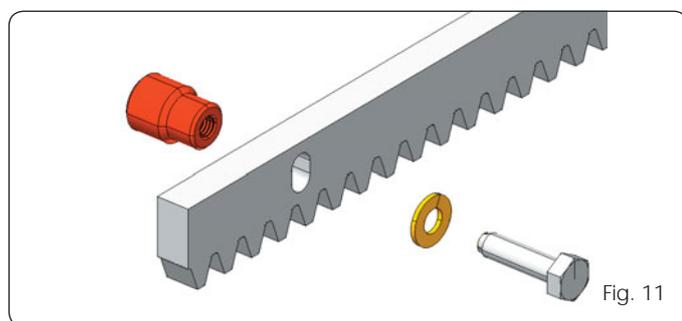

Fig. 11
**5.4.1 CREMALLERA DE ACERO PARA SOLDAR (Fig. 11)**